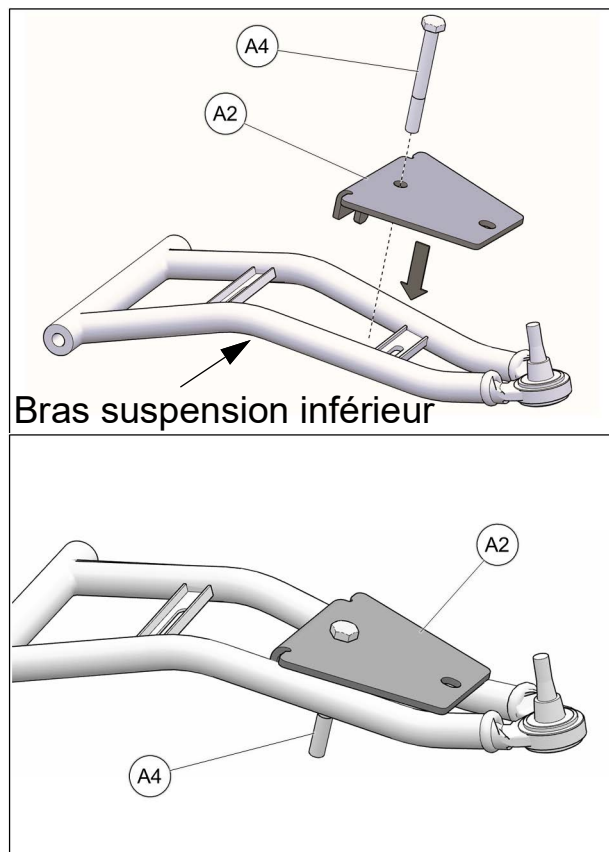

Fig. 19
5. Insérer le boulon M10x90mm (A4) dans le trou à l'arrière de la partie supérieure de l'ancrage (A2) et positionner ce sous-ensemble sur le bras de suspension inférieur. Voir la Fig. 19